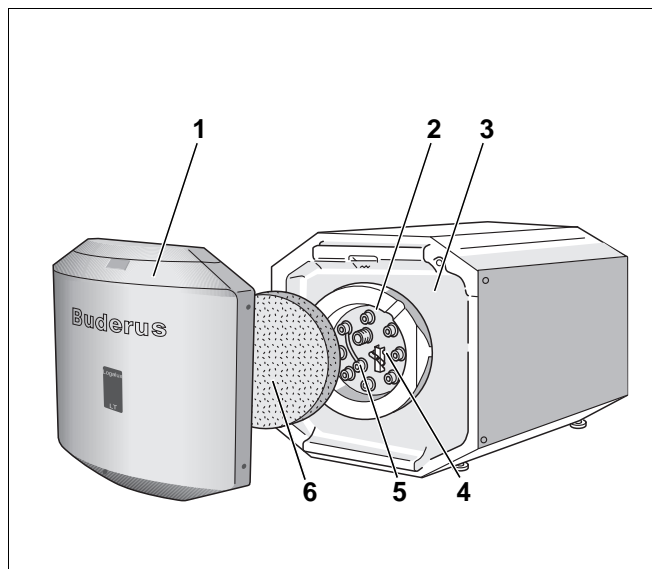

Рис. 1 Бак-водонагреватель Logalux LT135/1 – 300/1
Антикоррозионная защита состоит из гигиеничной термоглазури DUOCLEAN MKT, разработанной фирмой Будерус, и дополнительной катодной защиты в виде магниевого анода (рис. 1, **поз. 5**), доступ к которому осуществляется через крышку смотрового люка (рис. 1, **поз. 2**).
- Крышка смотрового люка (рис. 1, **поз. 2**) для проведения техобслуживания и чистки.
- Теплоизоляция (рис. 1, **поз. 3**)
Теплоизоляция из не содержащего вредных веществ полиуретанового пенопласта нанесена непосредственно на бак. Теплоизоляционный элемент (рис. 1, **поз. 6**) из пеноматериала уменьшает теплопотери через крышку смотрового люка.
- Температурный датчик (рис. 1, **поз. 4**)